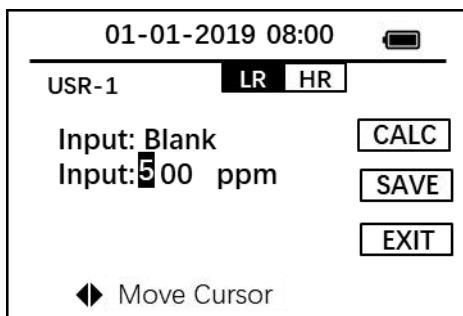

图 12 输入样品浓度
5. 根据提示信息，把Pyxis OIW二级标准样品放入样品室，输入二级标准等效浓度，按OK键确认，如图 12 所示。